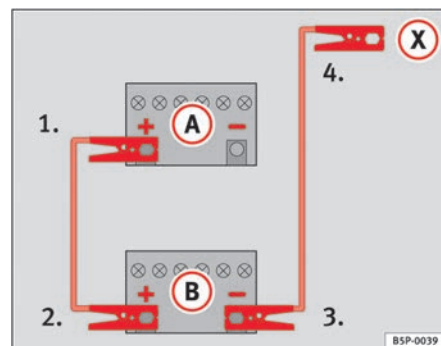

Fig. 225 Esquema de conexión de los cables de emergencia
En la ⇒ fig. 225 (A) representa a la batería sin carga y (B) a la batería con carga.
1. Emborne un extremo del cable de emergencia rojo al polo positivo ⇒ fig. 225 (+) del vehículo con la batería descargada ⇒ ⚠.
4. Emborne el otro extremo del cable negro de emergencia (X) a una pieza de metal maciza unida al bloque motor o al mismo bloque motor del vehículo con la batería descargada, lo más alejado posible de la batería ⇒ ⚠.